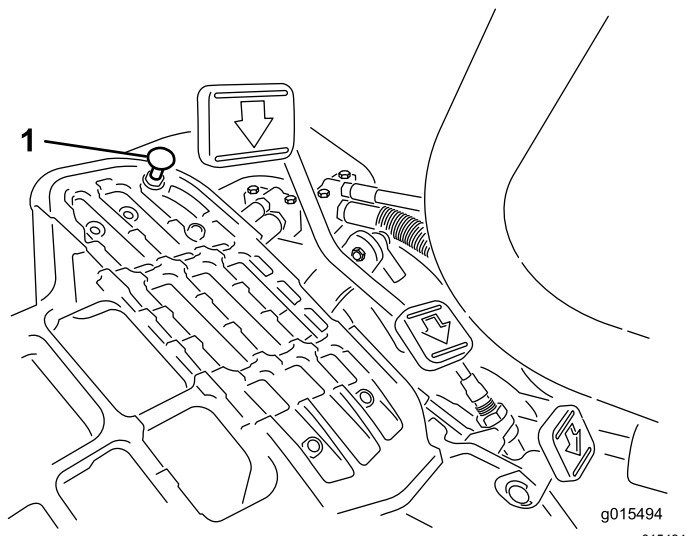

図 34
モードレバーを移動走行位置にセットし、ペダルを一杯に踏み込めば最高速度となります。ケーブルに張力が掛かる前にペダルがストップ 図 34 に当たる場合には調整が必要です。
1. モードレバーを移動走行位置にセットし、ペダルストップを固定しているロックナットをゆるめる 図 34。